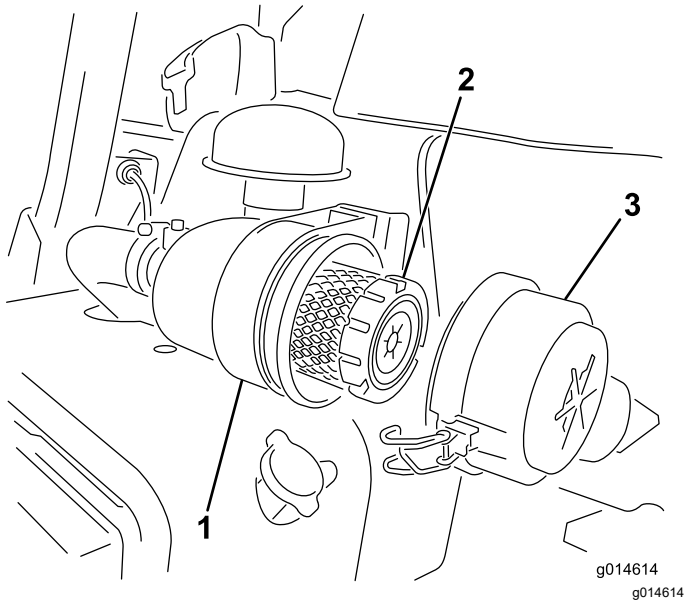

Figure 28
1. Desserrez les fixations qui maintiennent le couvercle sur le boîtier du filtre à air (Figure 28).
7. Refermez les fixations (Figure 28).